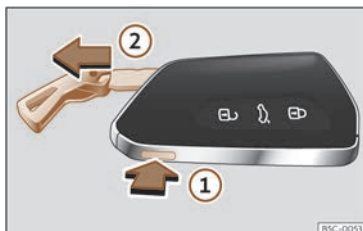

Fig. 73 Llave del vehículo: extraer el espadín.
- Pulse el botón >>> **fig. 73** (1) para hacer salir la argolla a modo de llavero y poder extraer el espadín (2). Si presiona ligeramente sobre la argolla, esta se quedará fija a modo de llavero.
- Pulse el botón >>> **fig. 73** (1) para desbloquear. Mantenga pulsado el botón (1) y al mismo tiempo tire de la argolla en la dirección de la flecha >>> **fig. 73** (2) para extraer completamente el espadín.